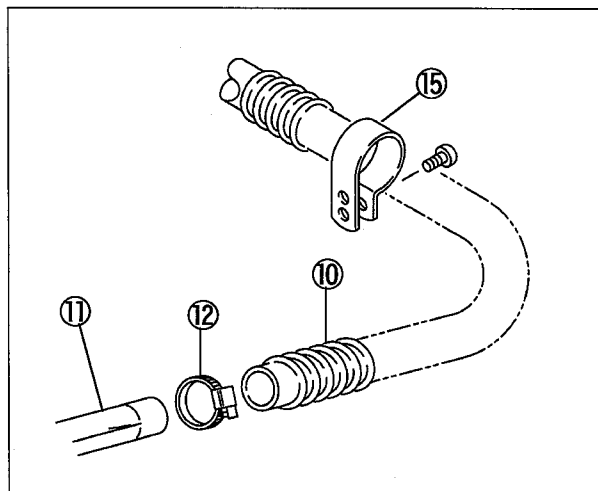

図11
- (3) ホース⑩を吸込管の排気側⑪に差し込み、ホースバンド⑫で固定する。(図11 参照)
① 補足